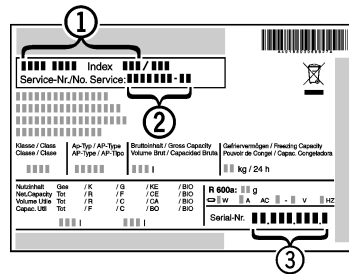

Fig. 6
- Relever la désignation de l'appareil Fig. 6 (1), le n° de service Fig. 6 (2) et le n° de série Fig. 6 (3) sur la plaquette signalétique. Cette plaquette se trouve sur la paroi intérieure gauche de l'appareil.
- Informer le S.A.V. et lui communiquer la panne, la désignation de l'appareil Fig. 6 (1), le n° de service Fig. 6 (2) et le n° de série Fig. 6 (3).